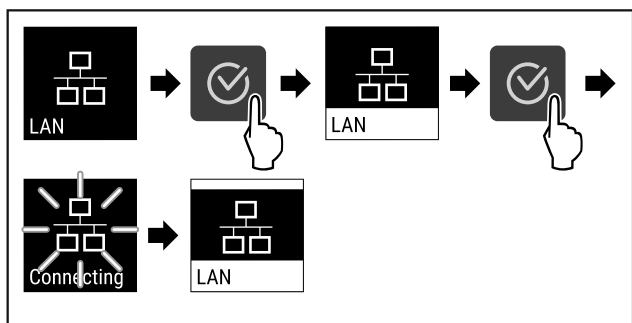

Fig. 90
- ▶ Eseguire i passaggi (vedere Fig. 90).